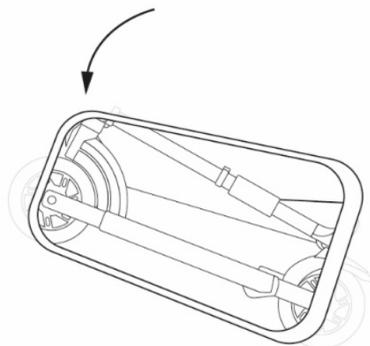

Figura 51 - Monopattino completamente inserito nel baule
3. Completare l'inserimento del monopattino ruotandolo e facendo entrare anche la ruota posteriore (**Vedere Figura 51 - Monopattino completamente inserito nel baule**).